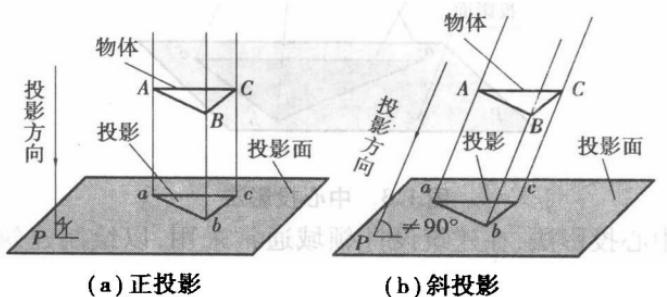

图 1.5 平行投影法
投射线相互平行的投影方法,称为平行投影法,如图 1.5 所示。
(1) 斜投影。平行的投射线倾斜于投影面的平行投影法,如图 1.5(a)所示。
(2) 正投影。投射线垂直于投影面的平行投影法,如图 1.5(b)所示。显然,正投影能真实地反映物体的形状和大小,并且作图方便、准确,因此,在工程上得到广泛应用。绘制机械图样的基本方法,就是正投影法。在机械制图上,把投影叫视图。